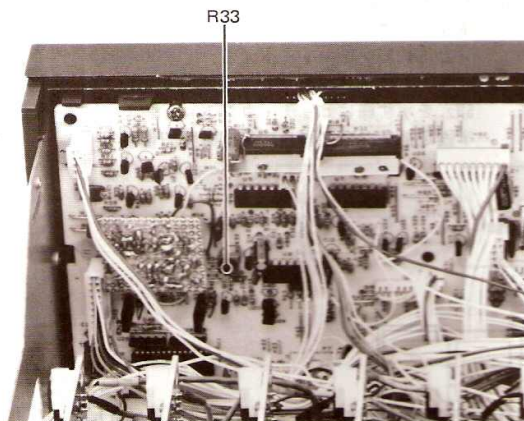

Fig. 4-9
2. If back tension is not within the limits, adjust semi-fixed resistor R33 on the Control PCB (Fig. 4-9) until the torque meter reads $14 \text{ g} \pm 1 \text{ g}$.
- 2). もしバック・テンションが上記値より外れている場合には、バック・テンションの値が $14 \text{ g} \pm 1 \text{ g}$ になる様に、コントロール PCBの半固定抵抗 R33 (図4-9) を回して調整する。